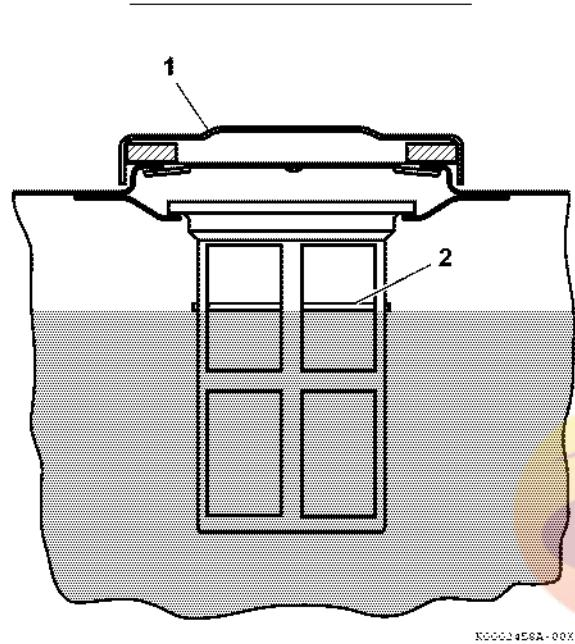

Рис. 45
- Снимите крышку (Рис. 45, (1)) топливного бака.
- Заполняйте бак до уровня, отмеченного красной линией (Рис. 45, (2)) на приемном топливном фильтре.